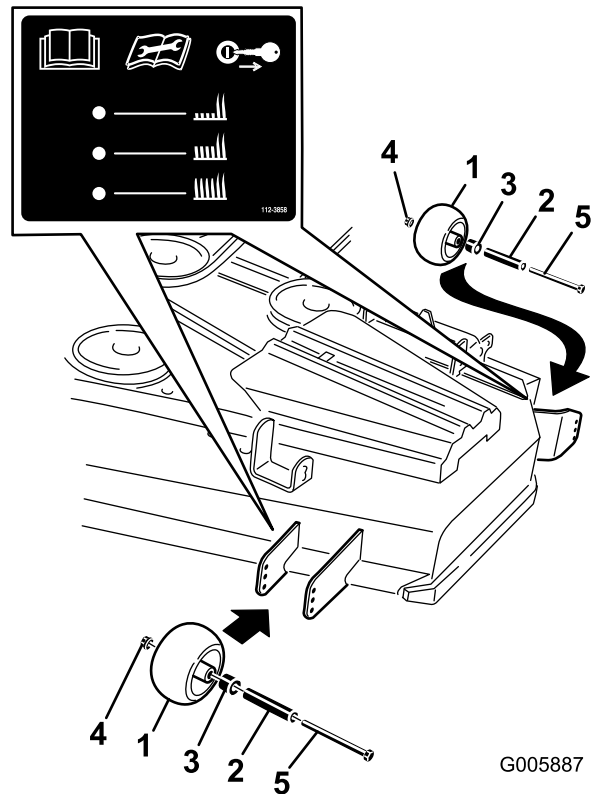
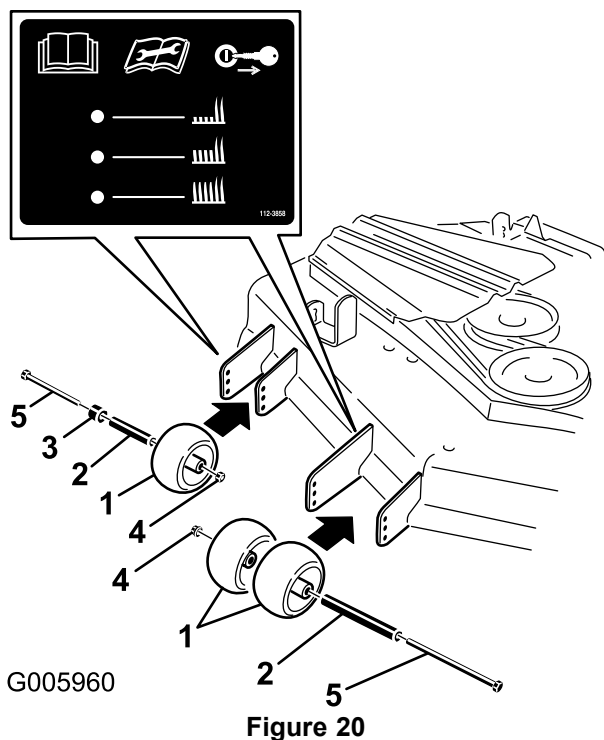

Figure 19
Figure 20
3. Après avoir réglé la hauteur de coupe, réglez les galets en retirant l'écrou à embase, la bague, l'entretoise et le boulon (Figure 19 ou Figure 20).
Remarque: Les deux galets centraux n'ont pas d'entretoise (Figure 19 ou Figure 20).
5. Posez l'écrou à embase, la bague, l'entretoise et le boulon. Serrez à un couple de 54 à 61 Nm (Figure 19 ou Figure 20).